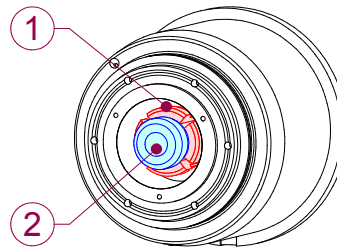

Figura 16
- deporre il grasso nello spazio fra i segmenti della pinza e l'espulsore (Figura 16) aiutandosi con un sottile utensile di plastica pulito;